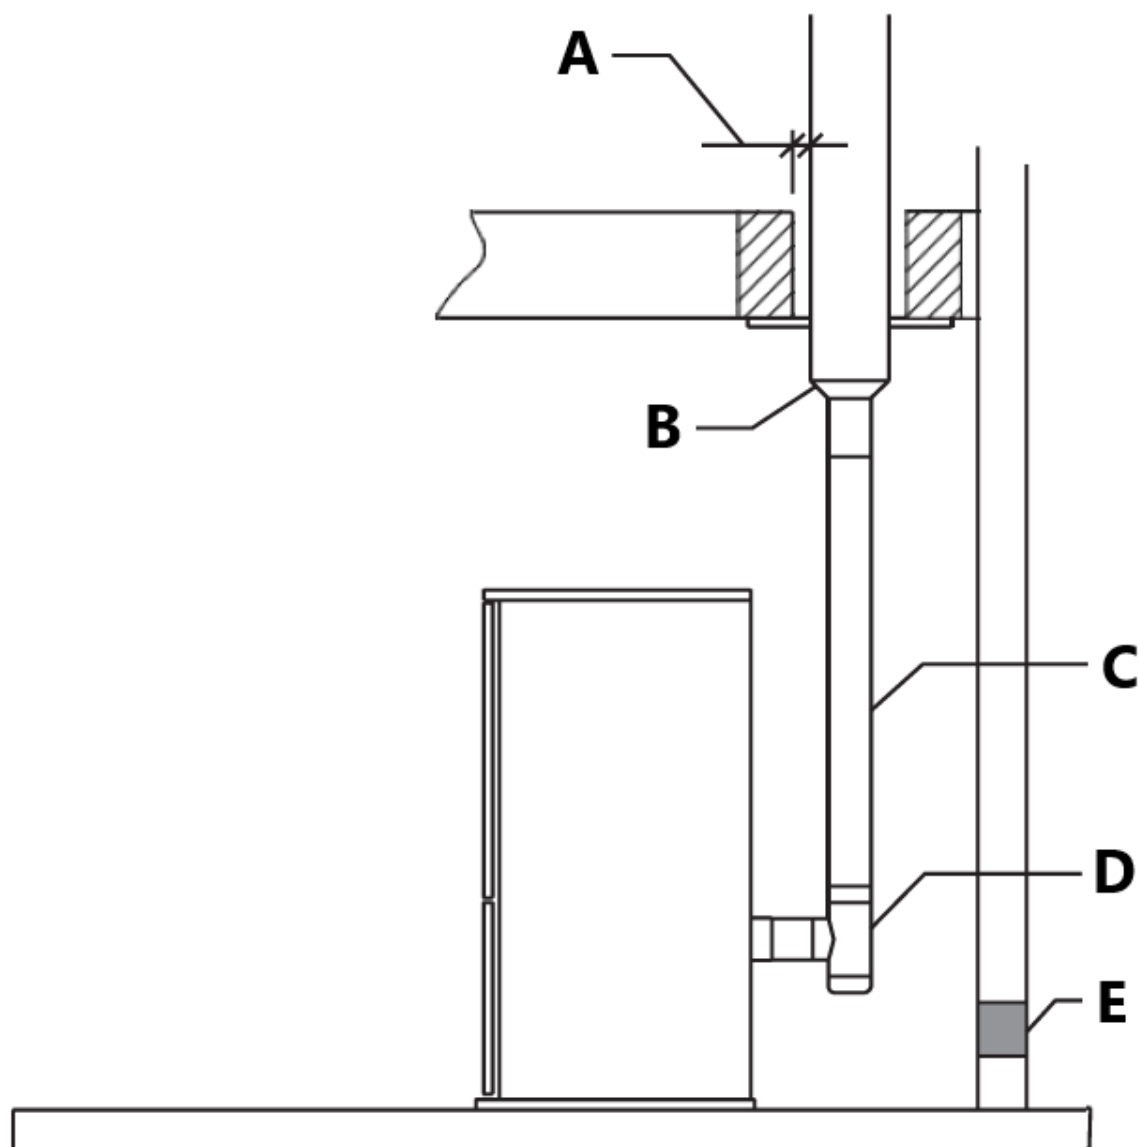

fig. 14
- Quando si effettua lo sfogo in un camino in acciaio di Classe A, (Fig.14), utilizzare un adattatore PL Vent appropriato.